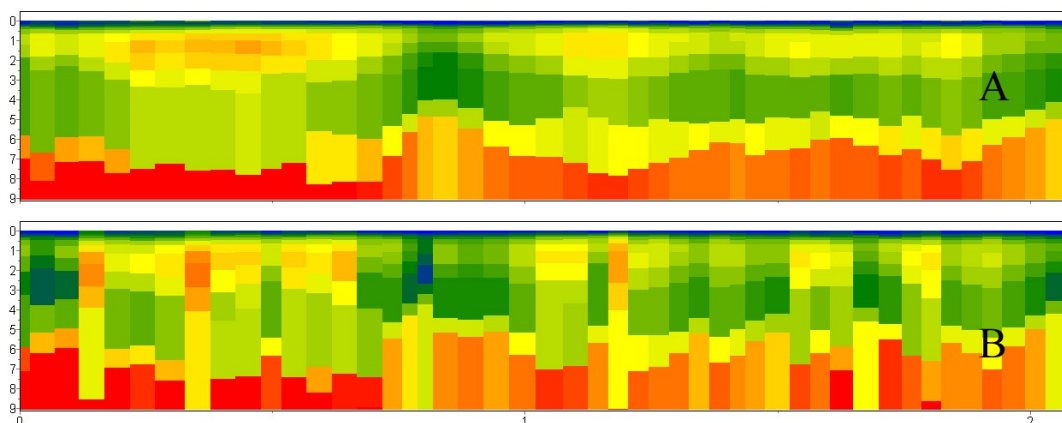

Fig. 17 **Comparación de los resultados de la inversión 1D estándar (B) y la aplicación del algoritmo de inversión 1.5D (A)**
En la Fig. 17 se presentan los resultados del algoritmo (A) en comparación con los resultados obtenidos mediante la metodología estándar (B).